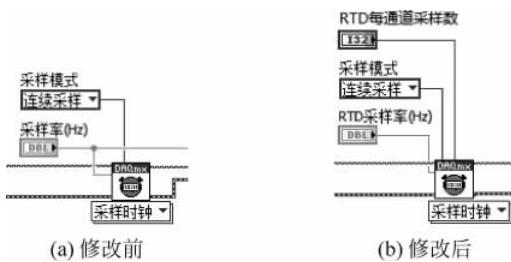

图 3-21 添加“RTD 每通道采样数”输入控件并修改程序框图
② 右击“采样时钟”函数的“每通道采样数”接线端，在弹出的快捷菜单中选择“创建”→“输入控件”命令，然后将该控件的标签修改为“RTD 每通道采样数”；将“采样率(Hz)”控件的标签修改为“RTD 采样率(Hz)”，同时删除该控件右侧分支处的连线，如图 3-21 所示。
(2) 修改范例“电压-连续输入”函数的定时设置。